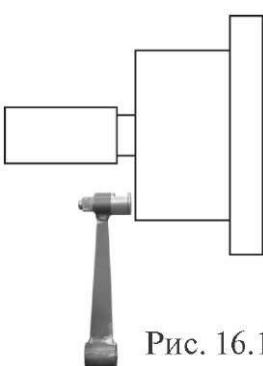

Рис. 16.1
16.2. Калибровка устройства измерения дистанции. Для оценки погрешности устройства ввода дистанции выдвиньте штангу ввода параметров и уприте ее палец в задний торец фланца вала, как показано на рис.16.1. При этом на индикаторах 1 отображается величина введённой дистанции, а на индикаторах 4 величина диаметра диска. Если величина дистанции на индикаторах 1 не равна  $4,5\pm0,2$ , то устройство ввода дистанции требует калибровки.